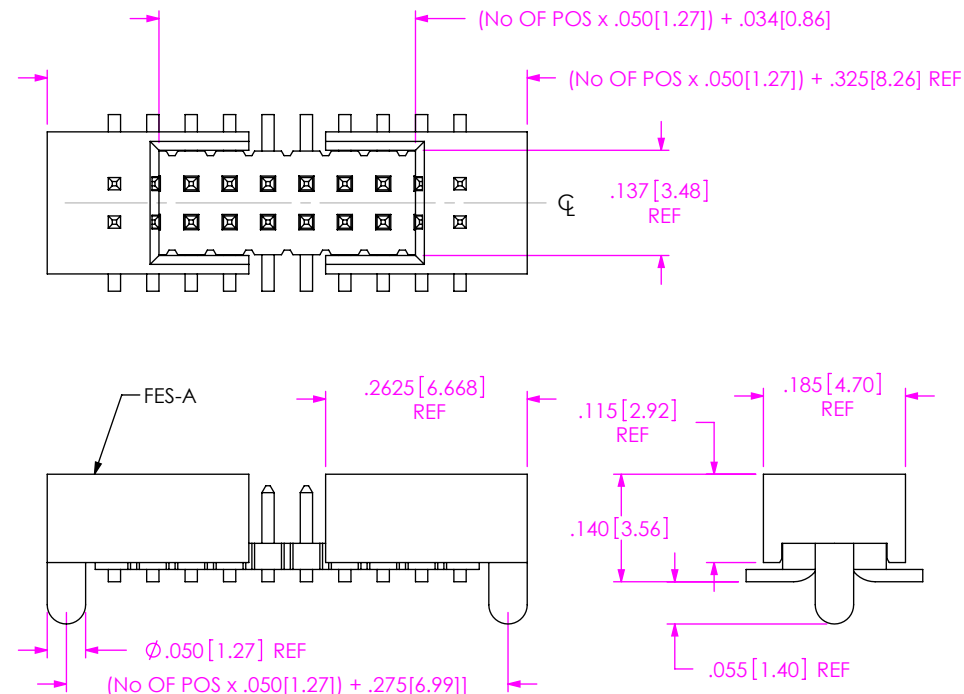
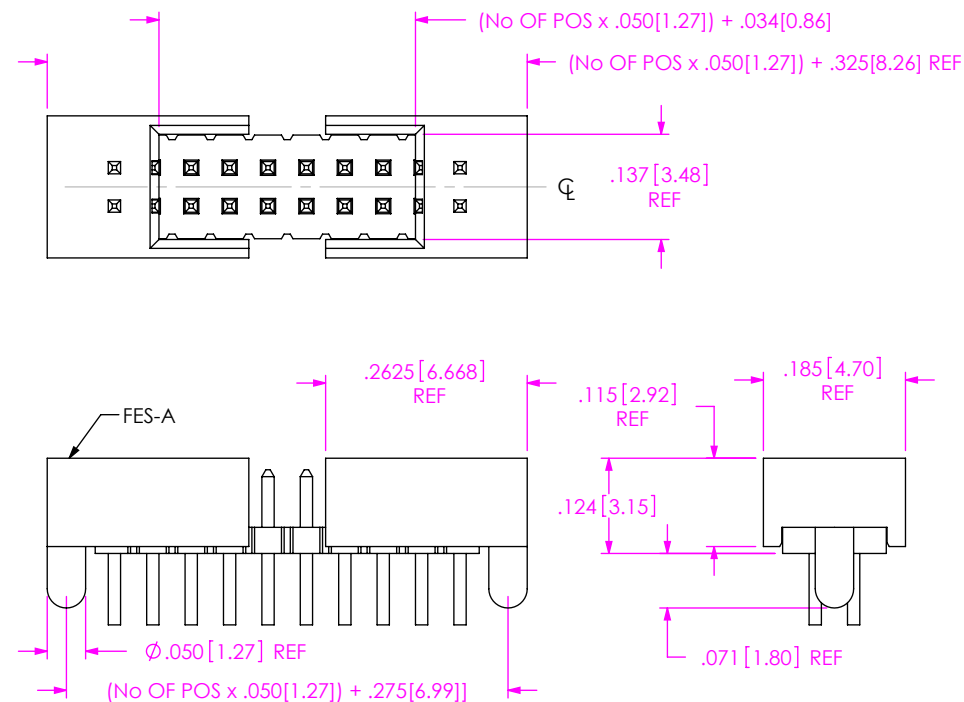

FIG 4
FIG 8
- SA: END SHROUDS W/ ALIGNMENT PINS (SEE FIG 4, SHT 2 & FIG 8, SHT 3) (LEAD STYLE -02 & -03 ONLY) (05 POS MINIMUM, 46 POS MAXIMUM) (SEE NOTES 6 & 7)